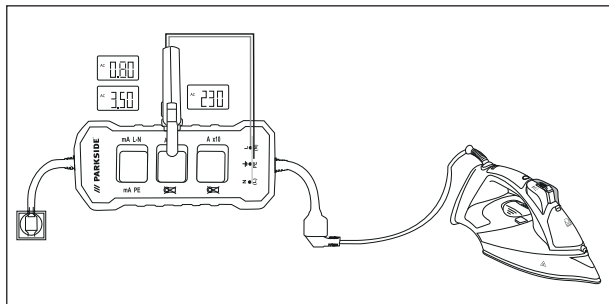

Fig. 3
- 1) Conectați ștecărul cu contact de protecție ⑧ al aparatului la o priză.
- 2) Conectați ștecărul dispozitivului terminal la mufa de conectare cu contact de protecție ④.
- 3) Ghidați clema de curent în jurul punctului de măsurare **A x1** ② și cablurile de măsurare ale multimetrului la **L** și **N** ⑤ și porniți dispozitivul terminal.
- 4) Citiți valorile corespunzătoare pentru curent, tensiune și puterea consumată de sarcină (a se vedea fig. 3).
- 5) Măsurătorile de tensiune sunt posibile și între punctele de măsurare **L-PE** ⑤ și **N-PE** ⑤.